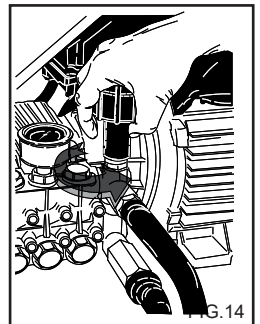

FIG.14
El presente capítulo se refiere a los modelos que llevan el dispositivo de "Regulador de presión". El dispositivo regulador de presión (fig. 14) permite regular la presión de trabajo. Girando el botón C en el sentido de las agujas del reloj (B) (mínimo), se obtiene una reducción de la presión de trabajo.